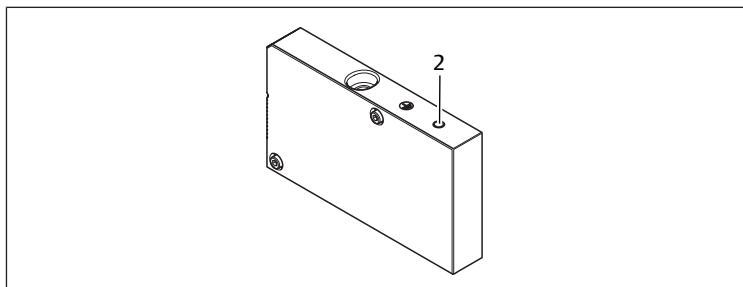

Bild 8: FE-anlutning
1. För att avleda EMC-störningar, anslut FE-anlutningen (2) på vänster ändplatta via en funktionsjord med låg impedans. Se → Bild 8. Rekommenderat kabeltvårsnitt: 10 mm^2